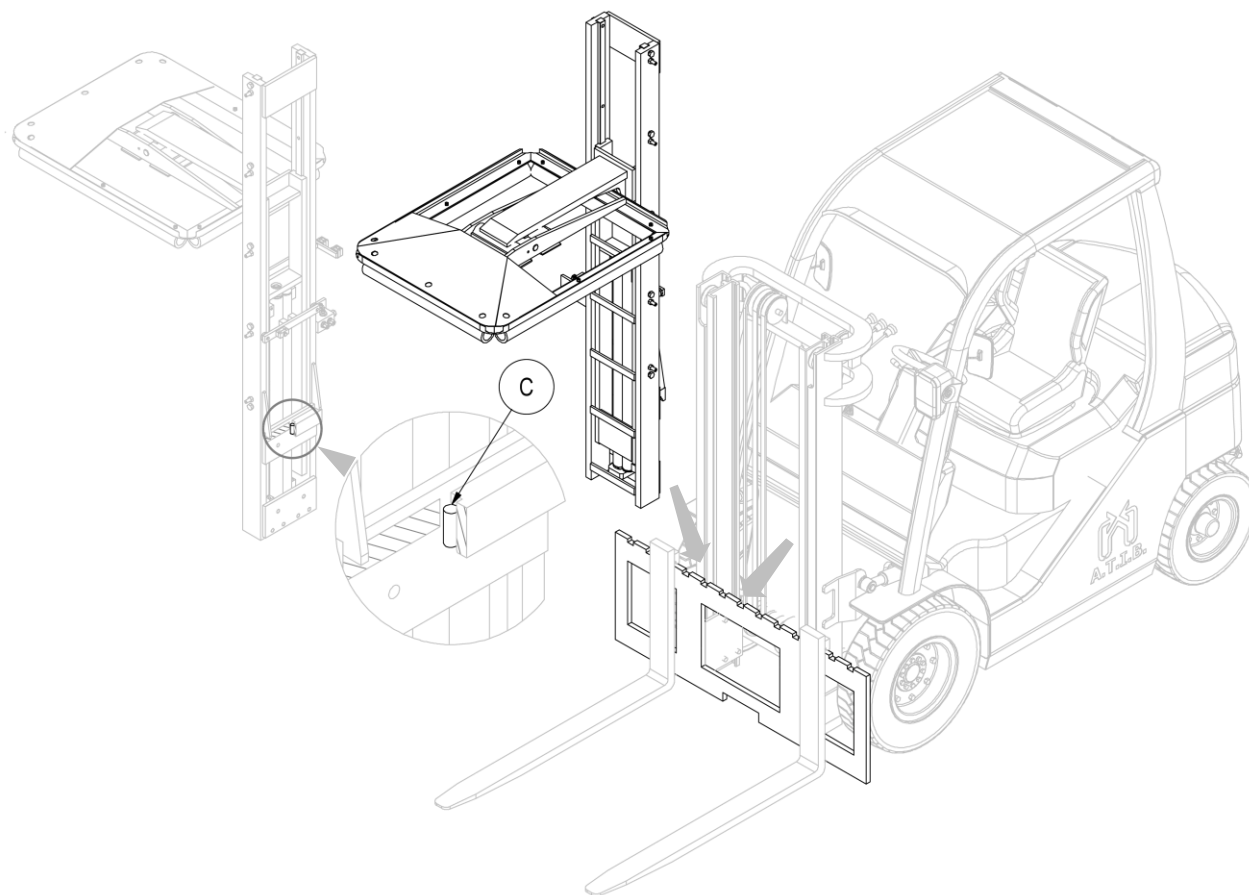

Figura 3
6. Enganche el implemento desde el punto de agarre superior con un puente grúa colóquelo en la placa porta horquillas, teniendo cuidado de encajar el diente de centrado **C** en la muesca central de la placa (mira *Figura 3*).
4. Levante el implemento de los travesaños superiores del mismo con un puente grúa de capacidad suficiente y retirelo de la carretilla (mira *Figura 3* a pag.9).